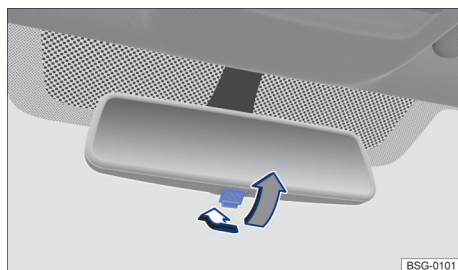

Fig. 83 No para-brisa: espelho retrovisor interno com antiofuscante manual.
- Para evitar o ofuscamento, puxar a alavanca para trás → Fig. 83.